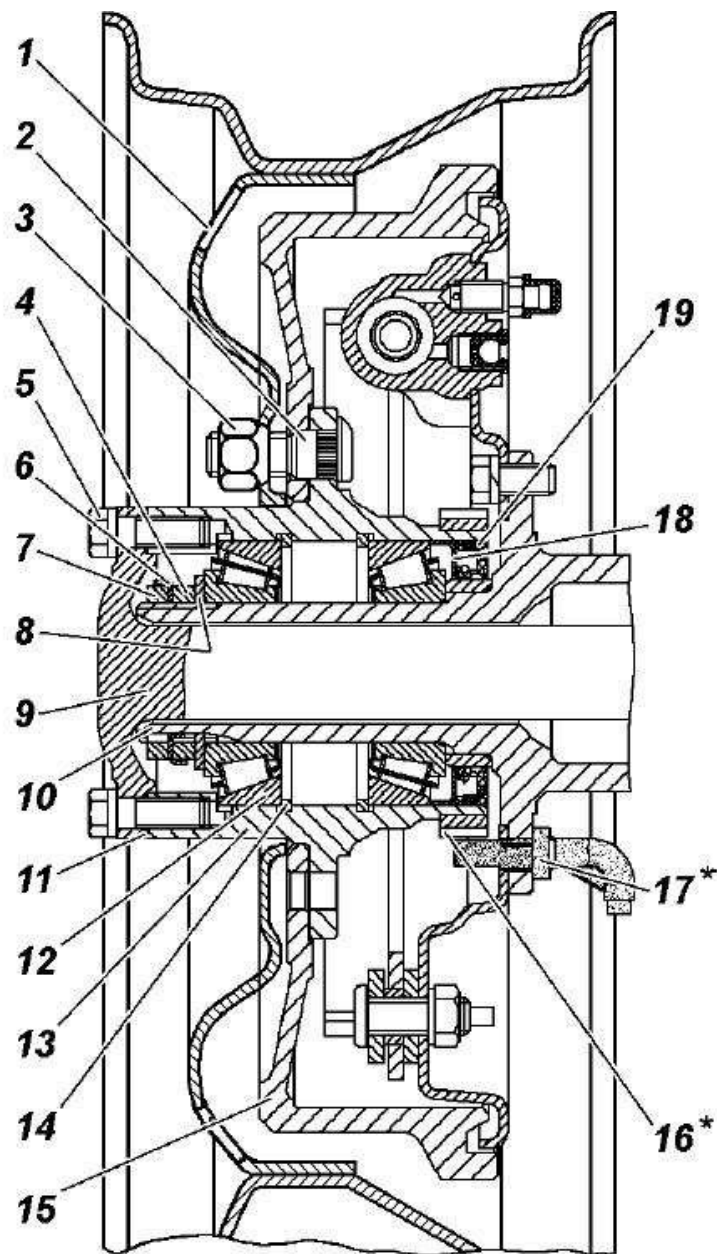

Abb. 13 Hinterradnabe
2. Entfernen Sie die Antriebswelle 9 (siehe Abb. 13) an der Hinterachse oder nehmen Sie den Antriebsflansch an der Vorderachse ab.
5. Setzen Sie die Auflagen 23 (siehe Abb. 13) mit den Dichtungen 10 ein und ziehen Sie die Muttern 24 mit einem Drehmoment von 80–100 N·m (8–10 kgf·m) fest.